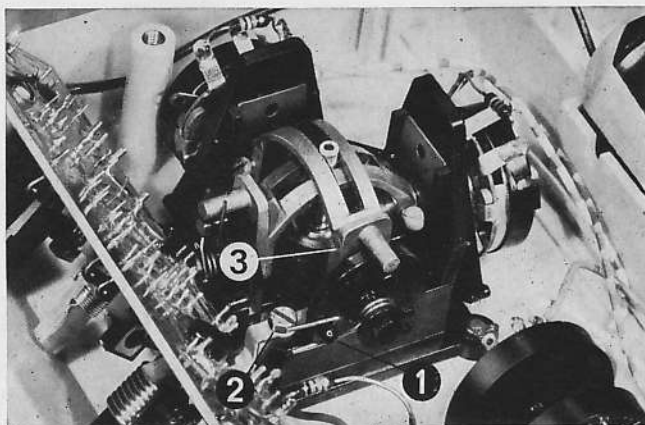

Abb. 8 Knüppelaggregat im 8- und 12-Kanal Sender.
Beim 8- und 12-Kanal Sender VARIOPROP S sowie 12-Kanal Sender VARIOPROP 12 S 35 die entsprechende Neutralisationsfeder aus dem Zapfen des Führungsbügels aushängen und an dem Zapfen (1) fixieren (Abb. 8).